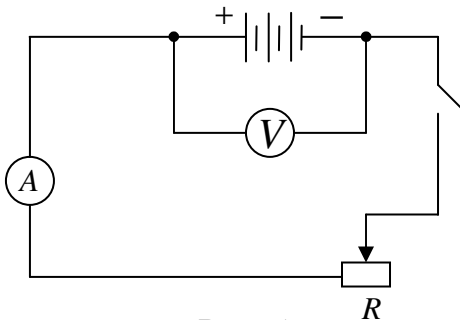

Рис. 1
1. Соберите электрическую цепь по схеме (рис. 1).